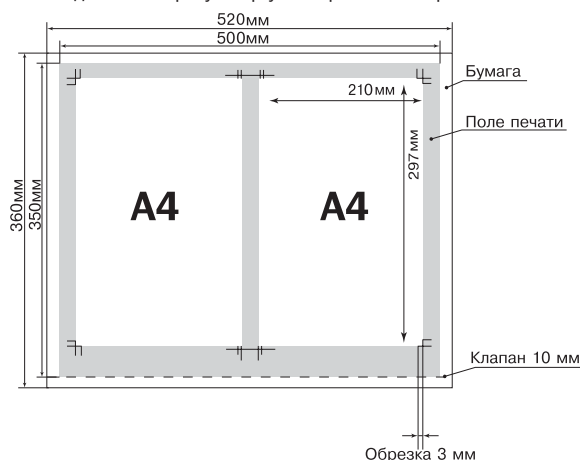

Рис. 1 Раскладка журнальных полос стандарта A4 на малоформатных машинах
1) Печать подобной продукции на малоформатных машинах – дело неблагоприятное, особенно при большом количестве полос изданий. На одном печатном листе машины B3 умещается всего две полосы стандартного журнала (рис. 1), что приводит к следующим издержкам: